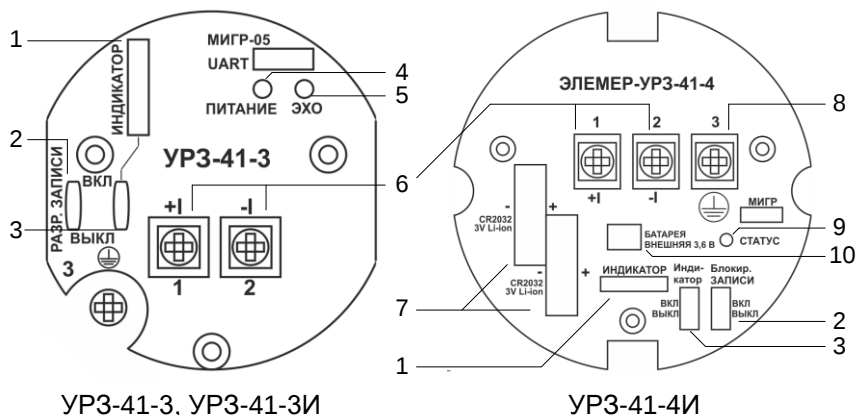

Рисунок 2.5 – Коммутационная плата
2.3.3.4 На коммутационной плате УРЗ-41-3, УРЗ-41-3И (рисунок 2.5) находятся два единичных СД-индикатора.
2.3.3.5 На коммутационной плате УРЗ-41-4И (рисунок 2.5) находится единичный СД-индикатор «СТАТУС».